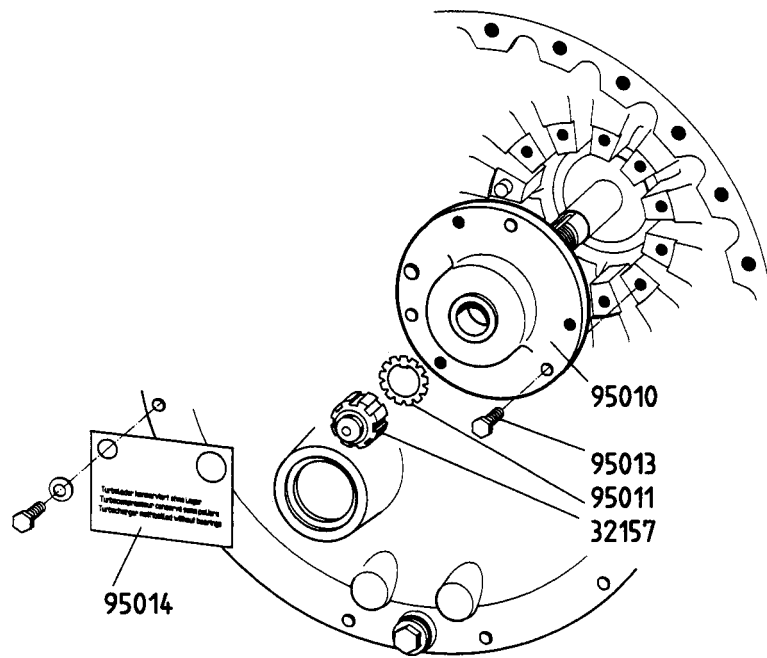

Fig. 6-5
- Halteflansch VS (95010) mit 6kt-Schrauben (95013) auf die Verdichterseite montieren (s. Fig. 6-5).
- Rotor mit Spannscheibe und Hutmutter (32157) bzw. Ringmutter (32151) auf der Verdichterseite axial verspannen (s. Fig. 6-5).
- Mitgelieferte Aufschriftschilder für TS (95052) bzw. für VS (95014) am Lagerdeckel befestigen (s. Fig. 6-5 und 6-6).
- Fit the CE fixing flange (95010) onto the compressor end with the hex.-headed screws (95013) (see fig. 6-5).
- Effect axial tensioning of the rotor with the tension washer and cap nut (32157) or the ring nut (32151) on the compressor end (see fig. 6-5).
- Fix the inscription plates supplied for the TE (95052) and the CE (95014) on the bearing cover (see figs. 6-5 and 6-6).